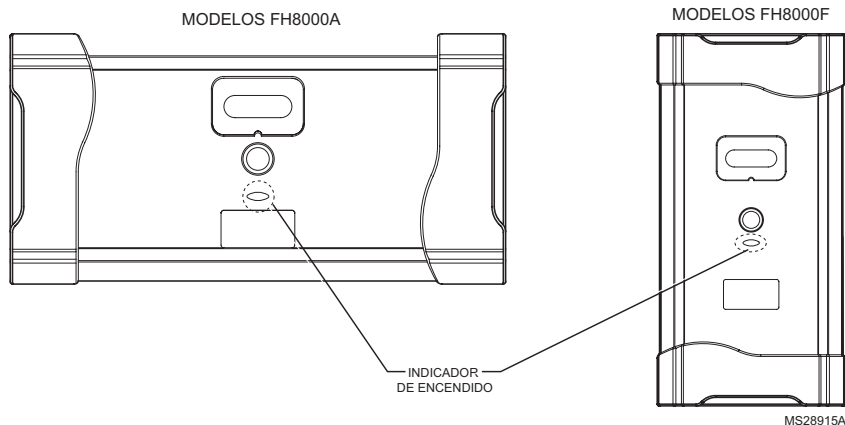

Fig. 17. Indicador de encendido.
d. La luz del indicador de encendido, ubicada debajo del interruptor de encendido del limpiador de aire mejorado Honeywell, se iluminará (ver Fig. 17).
El limpiador de aire mejorado Honeywell tiene una luz del indicador de encendido ubicada en la puerta ver Fig. 17 en la página 19). Esta luz del indicador de encendido se ilumina cuando se instala la puerta del limpiador de aire mejorado Honeywell, cuando el interruptor de encendido está en la posición "ON" (encendido) Y cuando el soplador del controlador de aire o el soplador del equipo de calefacción están en funcionamiento, y (para los modelos FH8000A) cuando se detecta flujo de aire. Si la luz del indicador de encendido no se ilumina, siga los siguientes pasos para localizar y solucionar el problema.